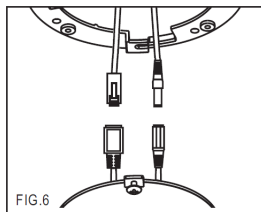

FIG.6
3. Conecte o cabo de rede ao porto de rede RJ-45 e conecte o cabo de alimentação à tomada de entrada de energia DC da câmera IP (FIG.6).